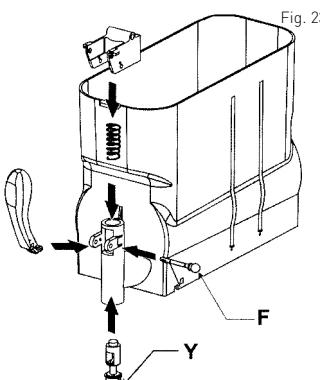

Fig. 23
- Folosind lubrifiantul livrat, gresați bine capacul (Y) și montați la loc componentele
- Montați bolțul (F) ținând robinetul la același nivel (vezi Fig. 23).
- Înlocuiți garnitura inelară (C) dacă e uzată sau are scurgeri.